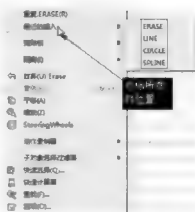

图 2-32
**步骤 1:** 在绘图区单击鼠标右键,弹出快捷菜单。将鼠标移到快捷菜单中的最近的输入命令上,弹出最近使用过的命令,如图 2-32 所示。